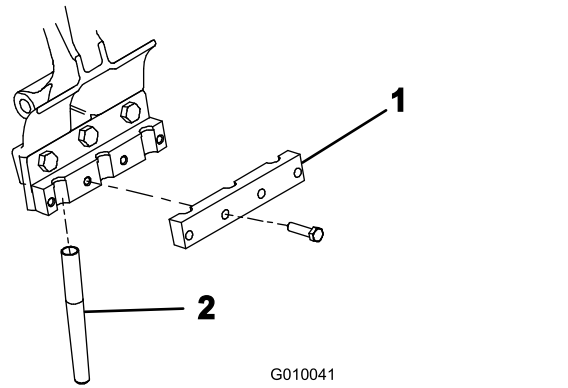

图25
5. 用 4 个螺栓（ $\frac{3}{8} \times 1\frac{1}{2}$ 英寸）将打孔针夹具松松地固定到各个打孔针夹头上（图25）。切勿将螺栓拧得过紧。